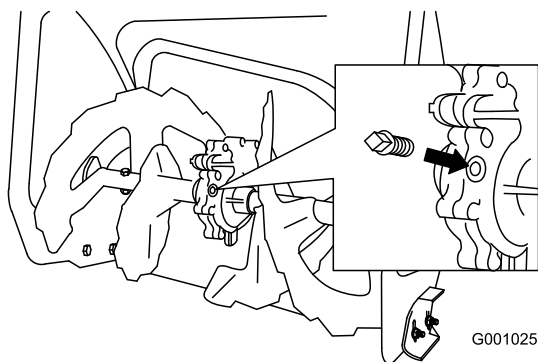

Figure 51
2. Nettoyez la surface autour du bouchon de tuyau (Figure 51).